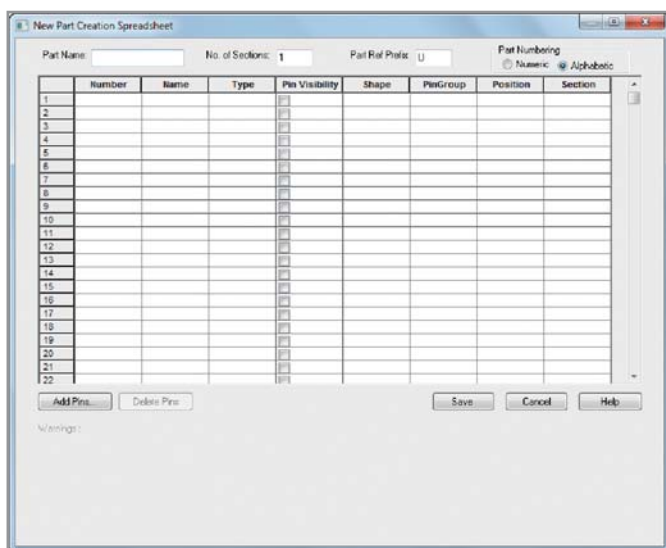

Рис. 12. Свойства нового компонента
1. В менеджере проектов OrCAD Capture выберем ПКМ библиотеку OLB и команду *New Part From Spreadsheet*. На экране появится таблица компонента (см. рис. 12).
3. Datasheet традиционно имеет формат PDF и открывается программой Acrobat Reader. Скопируем данные из таблицы на страницах 14 и 15 в буфер обмена, а затем в MS Excel (см. рис. 12). Выделим необходимый диапазон данных в таблице с помощью